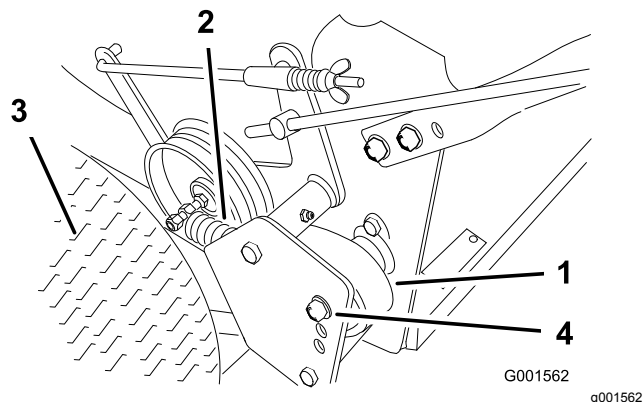

Figure 37
3. Enlevez la goupille fendue qui fixe la tige de frein au bras de frein pour relâcher la poulie de tension de la courroie (Figure 37).
4. Enlevez le boulon inférieur et desserrez le boulon supérieur du déflecteur pour le faire pivoter et accéder à la courroie (Figure 37).
5. Soulevez la courroie et faites-la passer au-delà de la poulie de tension pour l'enlever de la poulie d'entraînement (Figure 37).
8. Fixez le déflecteur avec les boulons retirés précédemment, serrés au couple correct (Figure 37).
9. Fixez la tige de frein au bras de frein avec la goupille fendue (Figure 37).